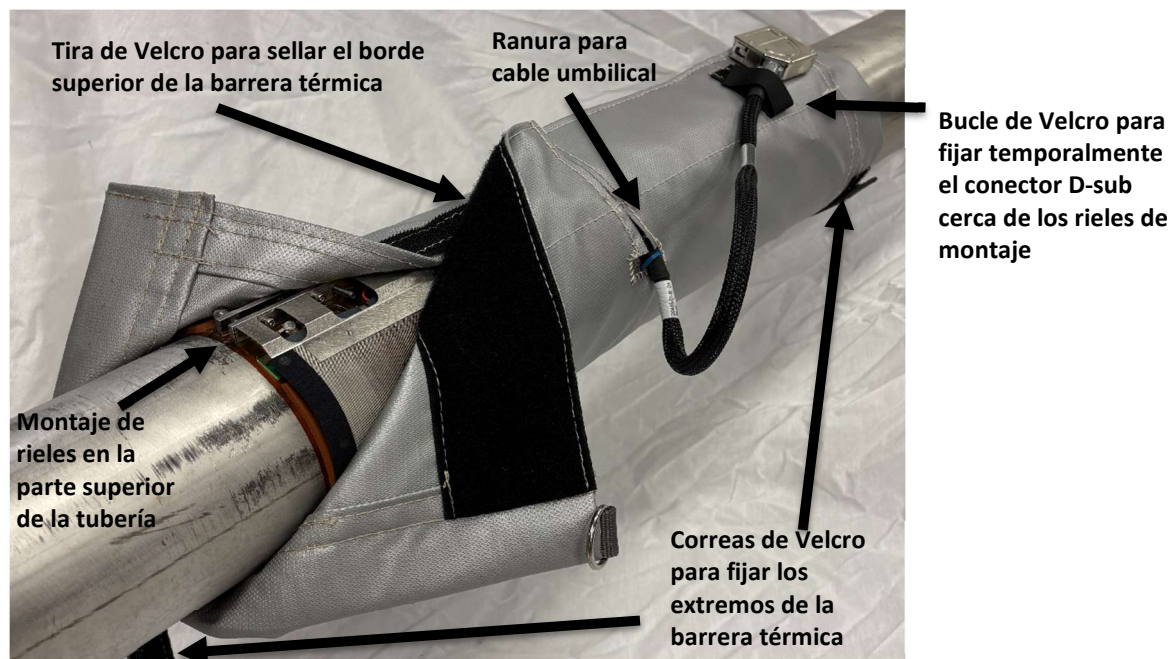
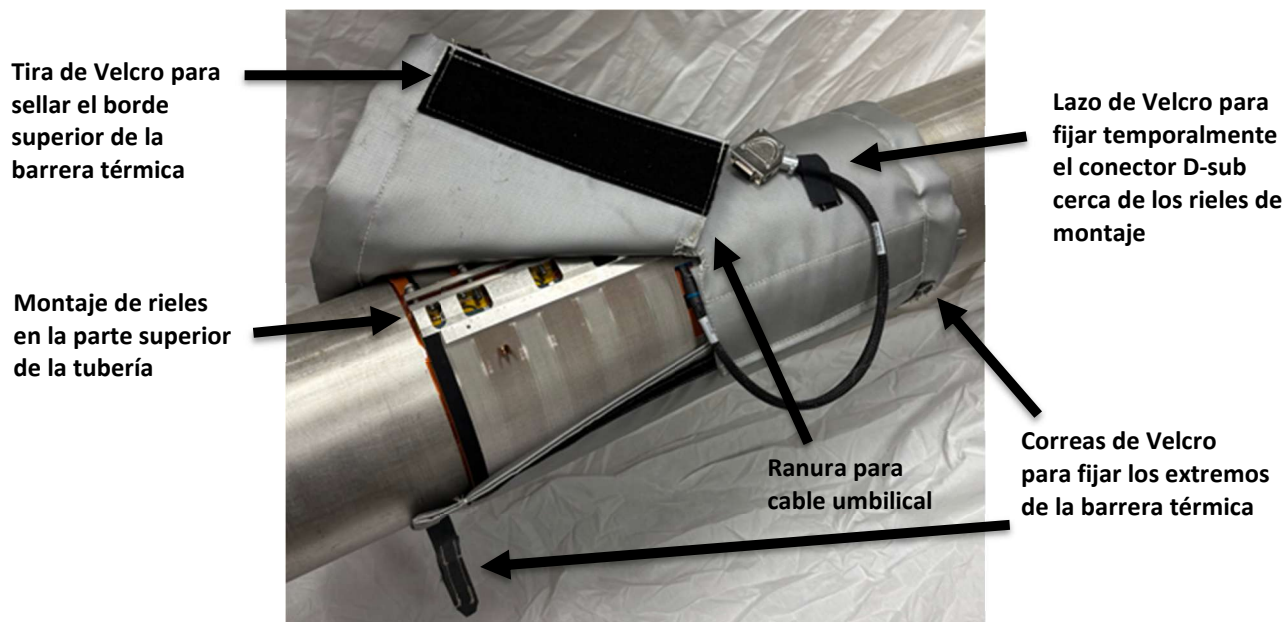

Figura 2-12: Instalación de barrera térmica sobre BANDAS - <6" y BANDAS dobles
Figura 2-13: Instalación de barrera térmica sobre BANDAS de 6" a 30"
1. La(s) ranura(s) de la barrera térmica deben quedar alineadas con el cable o cables umbilicales de la BANDA según la *Figura 2-12* o la *Figura 2-13*, a continuación, de acuerdo a las dimensiones de la tubería.